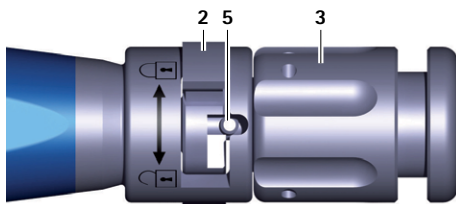

Fig. 4 Primer plano del instrumento de inserción, implante de prueba/implante tensado
- Gire la tuerca giratoria 3 del instrumento de inserción A en sentido de las agujas del reloj (en dirección "back") hasta tensar el implante de prueba, ver Fig. 4.
- Gire la tuerca giratoria **3** del instrumento de inserción **A** en sentido de las agujas del reloj (en dirección a "back") hasta tensar el implante, ver Fig. 4.